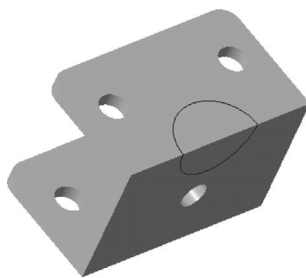

图 9-69 创建包络线条
STEP 04 单击“完成”按钮,即可创建包络线条,效果如图 9-69 所示。